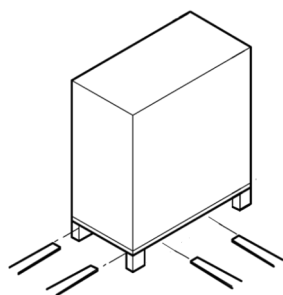

Fig. 1: Transport avec le chariot de manutention
1. **Figure 1** : Couper les cerclages en plastique ① et les retirer.
2. Retirer le couvercle en bois ② de l'emballage.